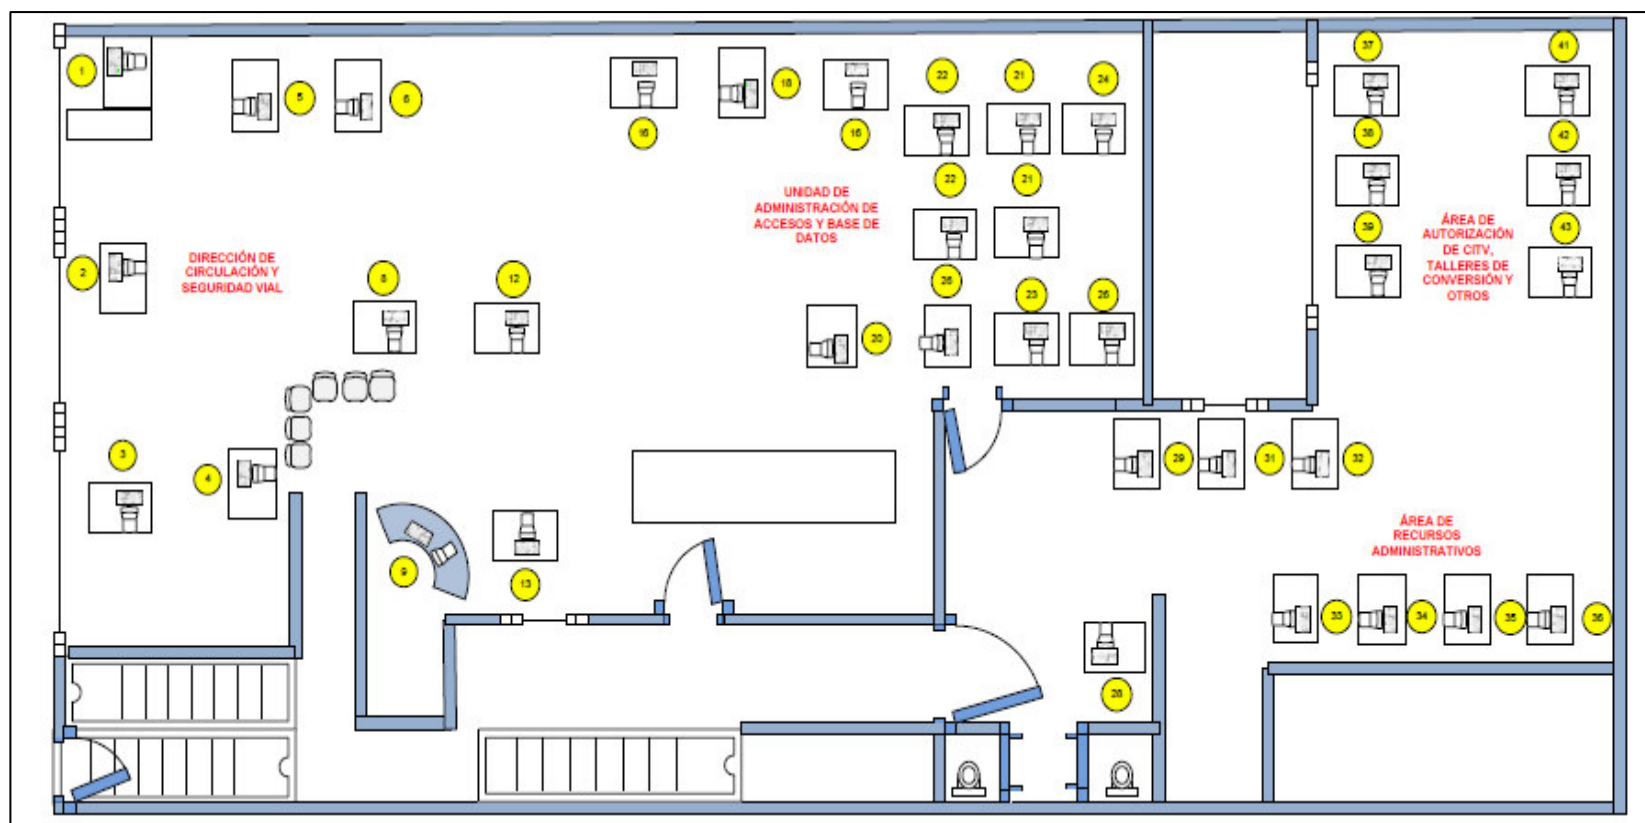

Figura 10 Distribución del Personal de la DCSV 2do Piso-Arenales Fuente.Elaboración Propia (2014).
- La DCSV se encuentra ubicada fuera de la Sede Central (Ver Figura 10 y 11).